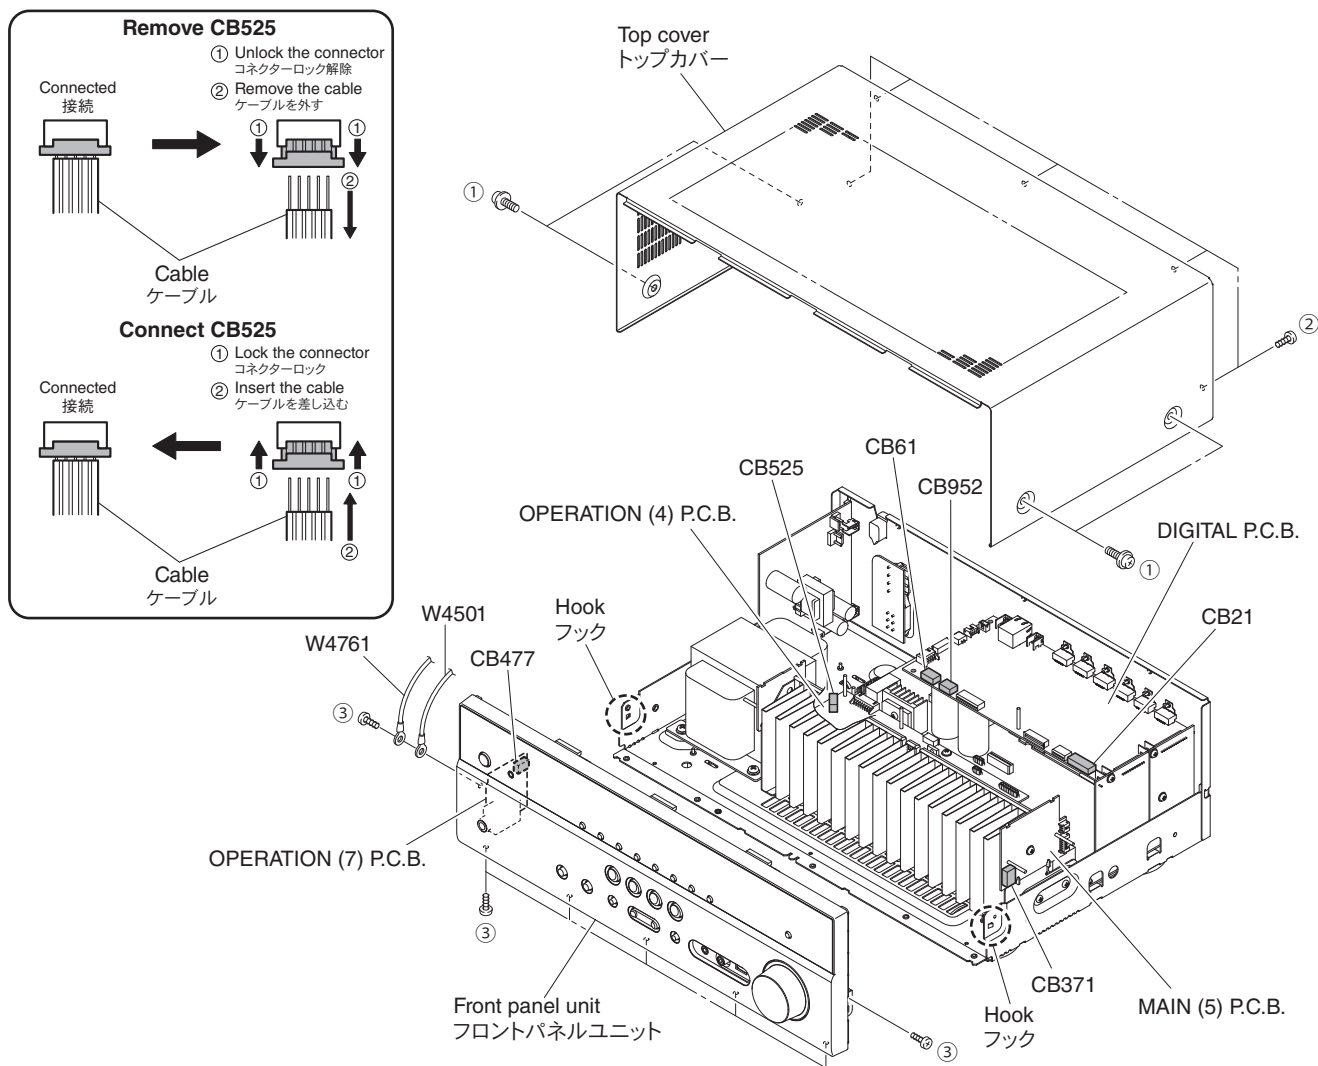

Fig. 1
- Remove 4 screws (①) and 5 screws (②). (Fig. 1)
- Lift the rear of the top cover to remove it. (Fig. 1)
- ①のネジ4本、②のネジ5本を外します。(Fig. 1)
- トップカバーの後部を持ち上げ、外します。(Fig. 1)
- Remove 7 screws (③), and remove W4501 and W4761. (Fig. 1)
- Remove CB21, CB61, CB371, CB477 and CB952. (Fig. 1)
- Unlock and remove CB525. (Fig. 1)
- Release 2 hooks on both ends and remove the front panel unit. (Fig. 1)
- ③のネジ7本を外し、W4501、W4761を外します。(Fig. 1)
- CB21、CB61、CB371、CB477、CB952を外します。(Fig. 1)
- ロックを外し、CB525を外します。(Fig. 1)
- フック2箇所を外し、フロントパネルユニットを外します。(Fig. 1)